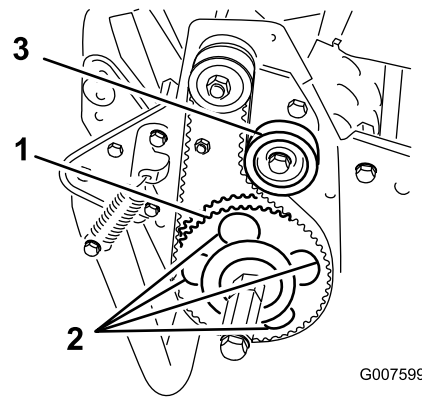

Figura 45
7. Gire la polea arrastrada hasta que los taladros queden alineados con los 4 tornillos con arandela prensada del cojinete de rodillos (Figura 45).
11. Ajuste la tensión de la correa y apriete el tornillo de montaje de la polea tensora (Figura 45).